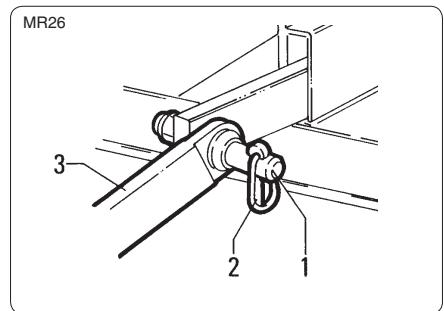

fig. 4.2.1
- Den Schlepper im Rückwärtsgang an den Rasenmäher annähern. Dabei die unteren Lenker des Schleppers auf die beiden seitlichen Kupplungspunkte "1" Abb. 4.2.1. ausrichten.
- Fissarli inserendo le relative copiglie di sicurezza “2” fig. 4.2.1.